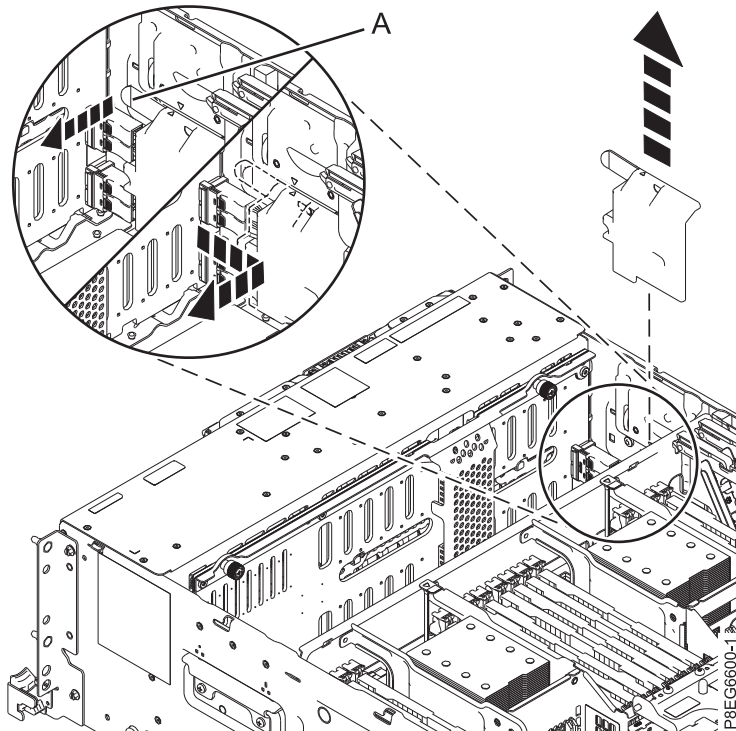

Figure 1. Retrait du cache du câble SAS
6. Retirez le cache du câble SAS du côté du châssis. Saisissez la poignée du cache et tirez-la pour la débloquent. Repoussez le cache dans la direction illustrée jusqu'à ce que vous puissiez le retirer. Pour plus d'informations, voir figure 1, à la page 4.